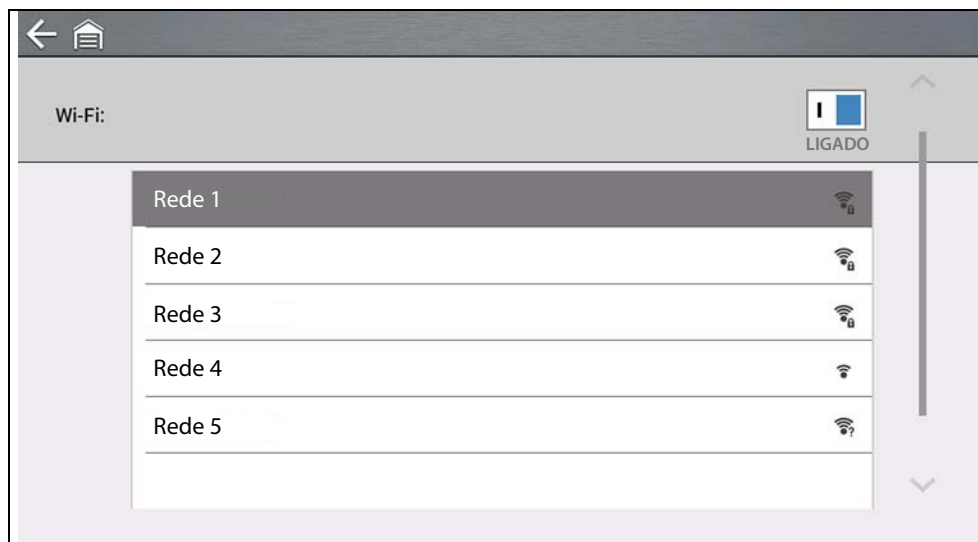

Figura 12-2
2. Para conectar, selecione sua rede entre as redes disponíveis (Figura 12-2).